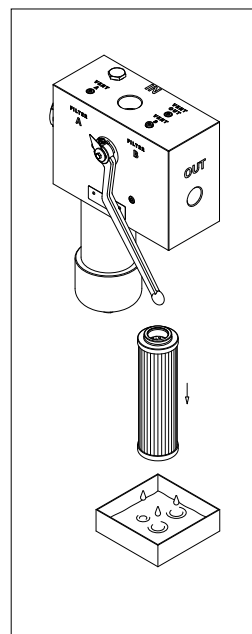

fig. 28
- (Fig. 28) Estrarre l'elemento filtrante